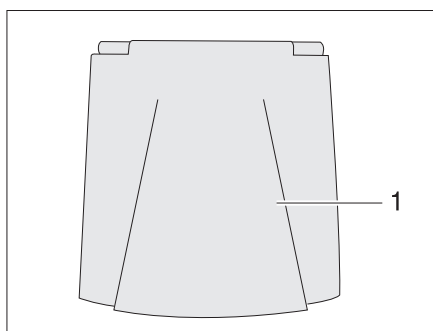

Bild 32 Lucka för bränslepåfyllningsrör
- Öppna luckan (Bild 32,1).
- Stick in nyckeln i låscylindern (Bild 32,3) och vrid moturs.
- Locket tas av (Bild 32,2).